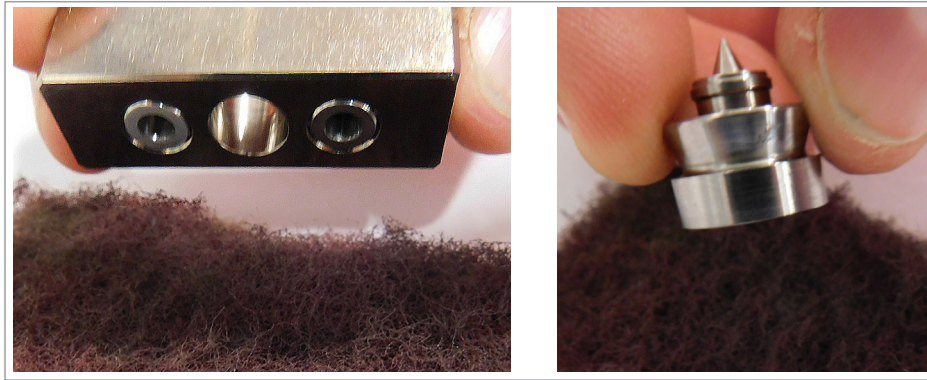

Abbildung 5-107 Schmelzblock und Angussdichtung reinigen
6. Reinigen Sie die Dichtungsgrenzflächen des Schmelzblocks und des Angusses vorsichtig mit einem Scheuertuch. Siehe Abbildung 5-107.